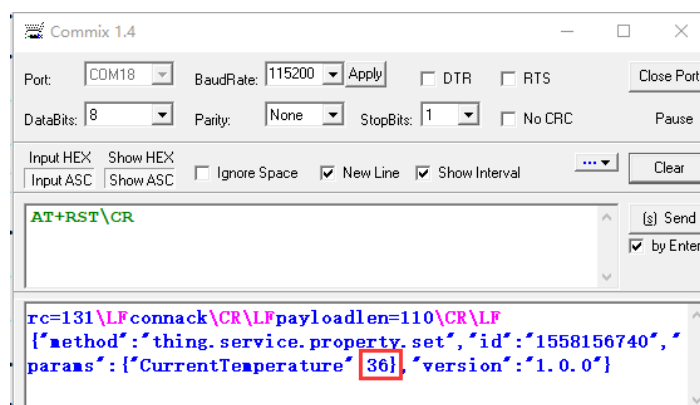

图 14-13 串口接收参数信息界面
(4) 设置后可在串口端接收到温度参数信息，如图 14-13 所示；